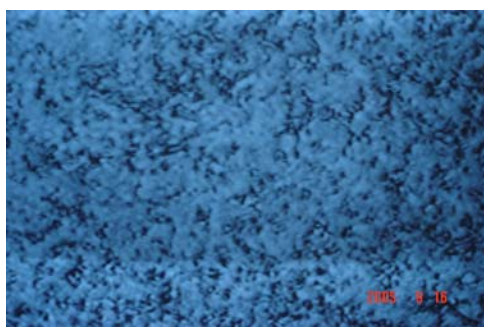
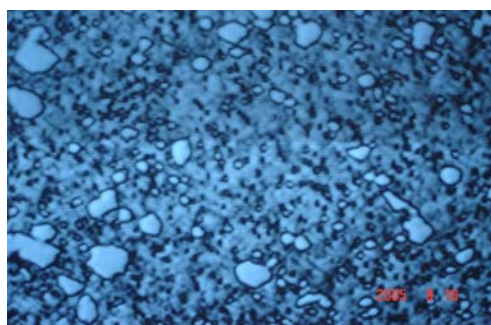
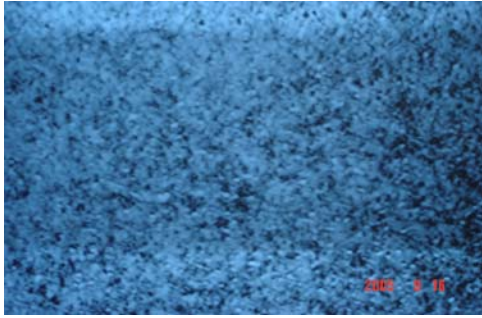

图 1 国产 6Cr13Mo 钢原始基体组织  $400\times$
图 2 进口 ASL817 钢原始基体组织  $400\times$
图3 进口 ASL813 钢原始基体组织 400×
4.4 有效氮化层脆性等级按 GB11354-89《钢铁零件 渗氮层深度测定和金相组织检验》评定，一般为图 1。
4.5 有效氮化层内疏松等级按 GB11354-89《钢铁零件 渗氮层深度测定和金相组织检验》评定，该标准中图 1~图 2 为合格。
9.1 原始材料基体组织见图 1~图 3。